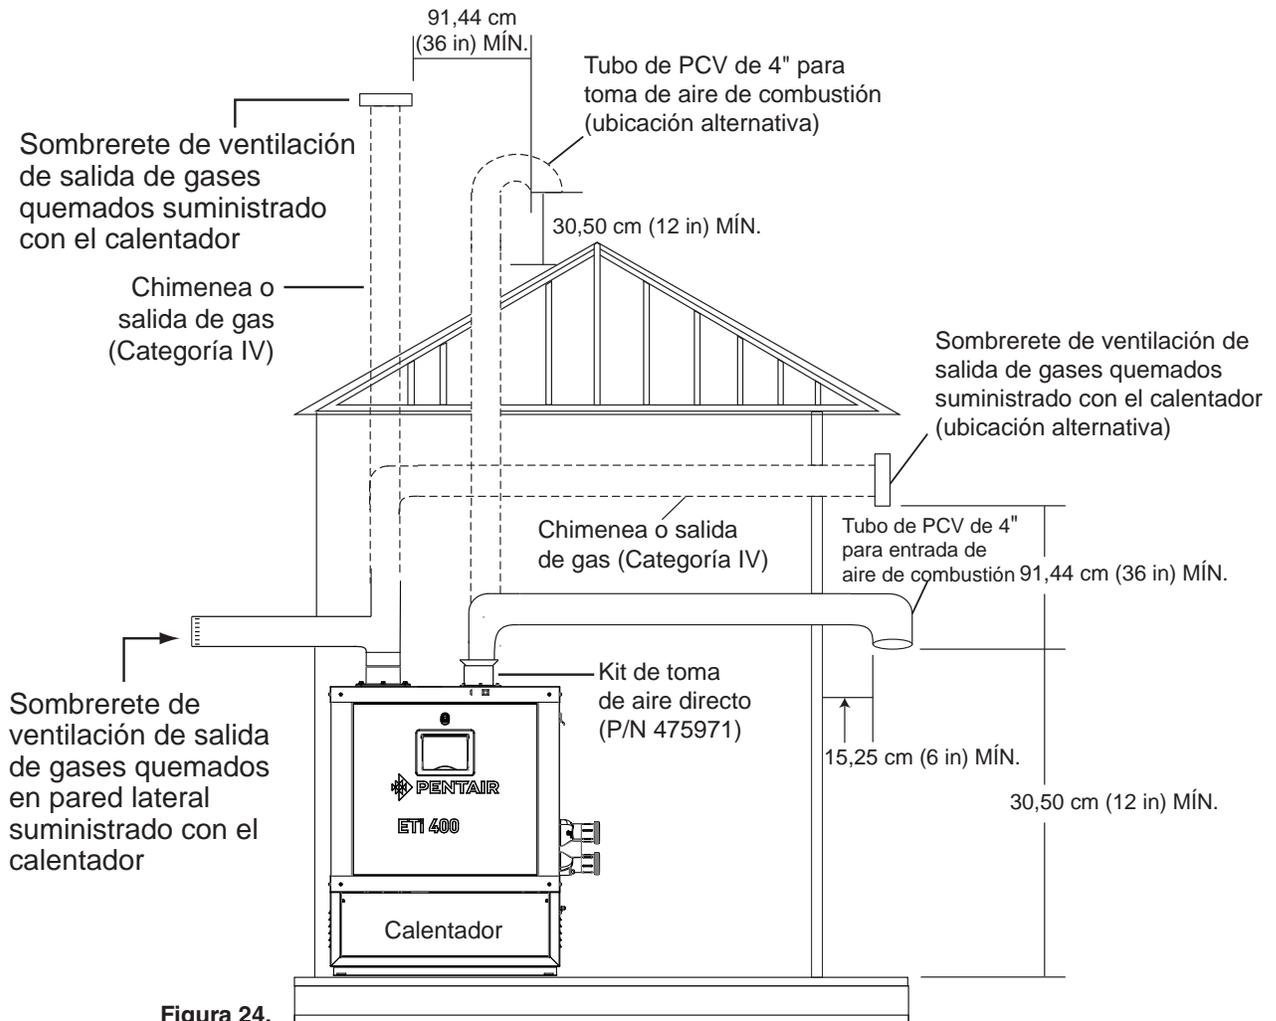
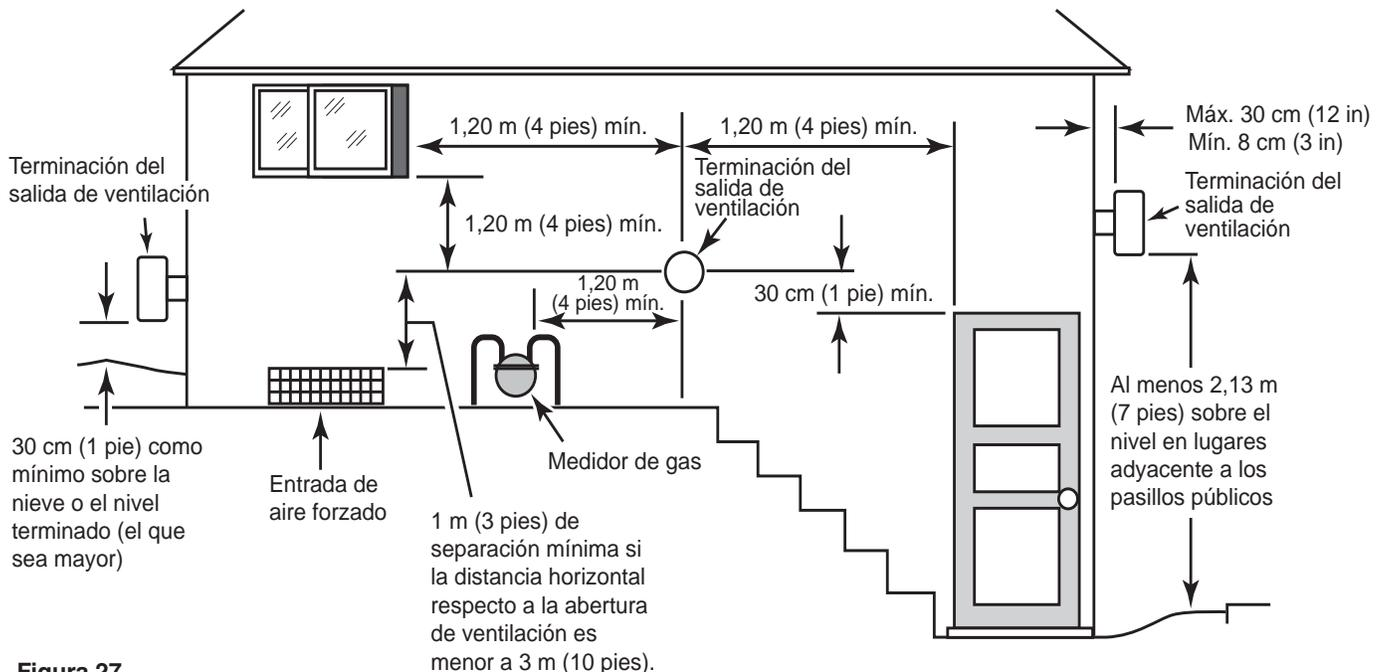
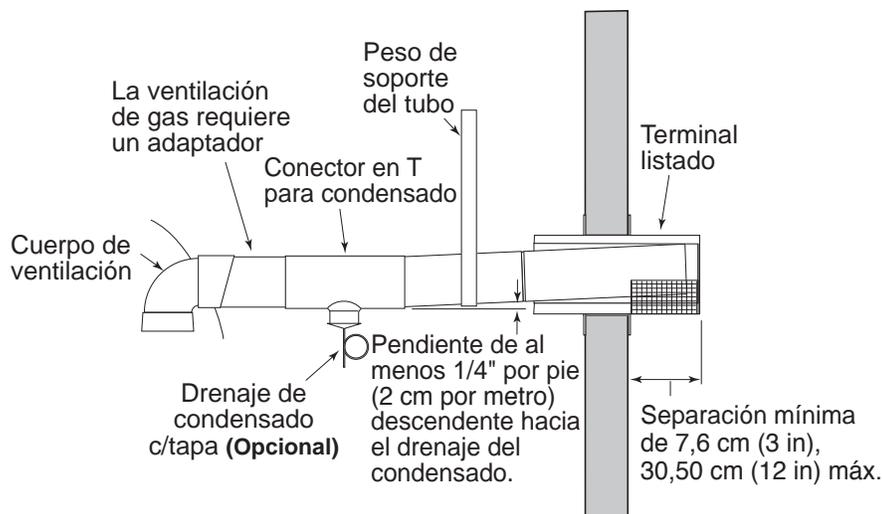
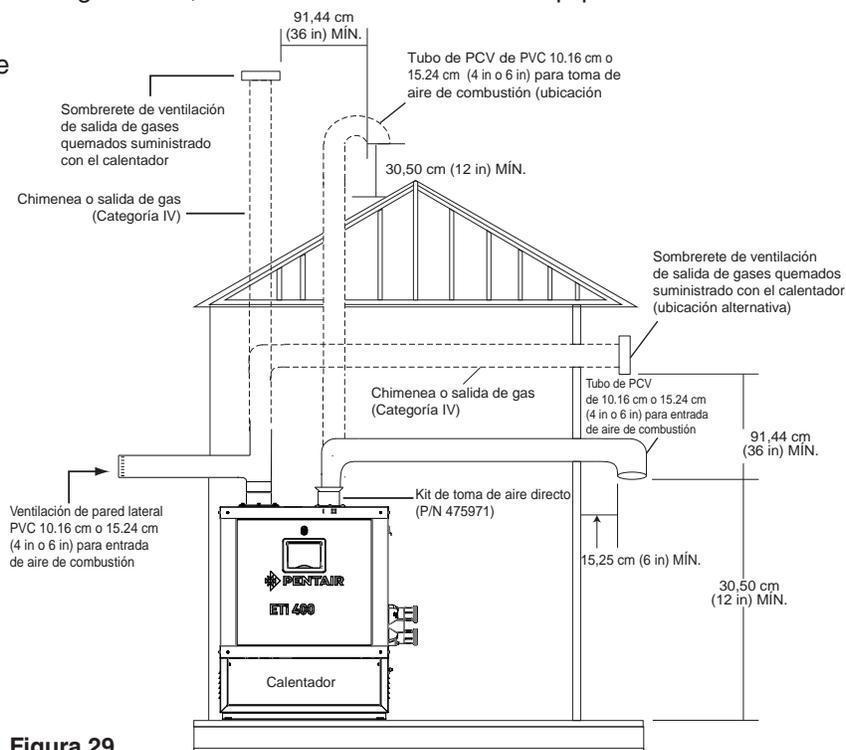

Figura 24.
Figura 27.
Figura 28.
Figura 29.
Un aparato que opera con una presión estática positiva de ventilación y con una temperatura de gas de ventilación que permite una producción excesiva de condensación en la ventilación; vea la Figura 24 (página 30) y la Figura 27 (página 34).
La abertura de entrada de aire DEBE instalarse a 30 cm (1 pie) como mínimo por encima de la línea del techo o de los niveles normales de nieve para que el flujo de aire circule libremente. El sombrero de extremo de la ventilación de salida de gases quemados Categoría IV debe tener un espacio libre vertical mínimo de 1 m (3 pies) desde el conducto de admisión de aire; vea la Figura 24.
## **VENTILACIÓN HORIZONTAL O VERTICAL (CATEGORÍA IV) – PRESIÓN POSITIVA** **(Vea la Figura 28, en la página 35 y la Figura 29, en la página 36)**
3. **Terminación de la ventilación:** vertical (vea la Figura 24 a continuación y la Figura 29 en la página 36 para conocer la altura de la terminación de la ventilación por encima del techo). Use el terminal de ventilación **aprobado** que se especifique en los códigos locales y nacionales y en las instrucciones del fabricante. La terminación del techo debe ser vertical. En Canadá, la ubicación del sombrero debe tener una distancia mínima horizontal de 1,2 m (4 pies) desde los medidores de electricidad, los medidores de gas, los reguladores y las aberturas de alivio.
El terminal debe estar colocado de la siguiente manera (para Estados Unidos, vea la Figura 27 en la página 34):
- sobresaliendo 8 cm (3 in) como mínimo y 30 cm (12 in) como máximo de la pared (vea la Figura 29 en la página 36), según las instrucciones de ventilación del fabricante
El terminal debe colocarse de la siguiente manera (para Canadá, vea la Figura 27 en la página 34):
El sombrero directo de la chimenea DEBE montarse en la parte exterior del edificio. El sombrero directo no puede instalarse en un pozo o bajo nivel. El sombrero de ventilación directa debe instalarse a 0,30 m (1 pie) como mínimo por encima del nivel del suelo y por encima de los niveles de nieve normales; vea la Figura 27, en la página 34. El sombrero de la ventilación directa NO DEBE instalarse con ninguna entrada de aire de combustión directamente arriba de un sombrero de ventilación. Esta separación vertical permitiría que los productos del tubo del sombrero directo sean succionados por la toma de aire de combustión instalada arriba.
Durante el ensamblaje, se debe cuidar que todas las uniones estén adecuadamente selladas y sean herméticas. Se debe drenar la ventilación para prevenir la posible acumulación de condensación en los tubos de ventilación. Se recomienda aislar la ventilación. La aislación es necesaria en las instalaciones de climas fríos (esto es, por debajo de los 4 °C o 40 °F). Se recomienda aislar la ventilación de entrada (vea la Figura 29) en los climas fríos.